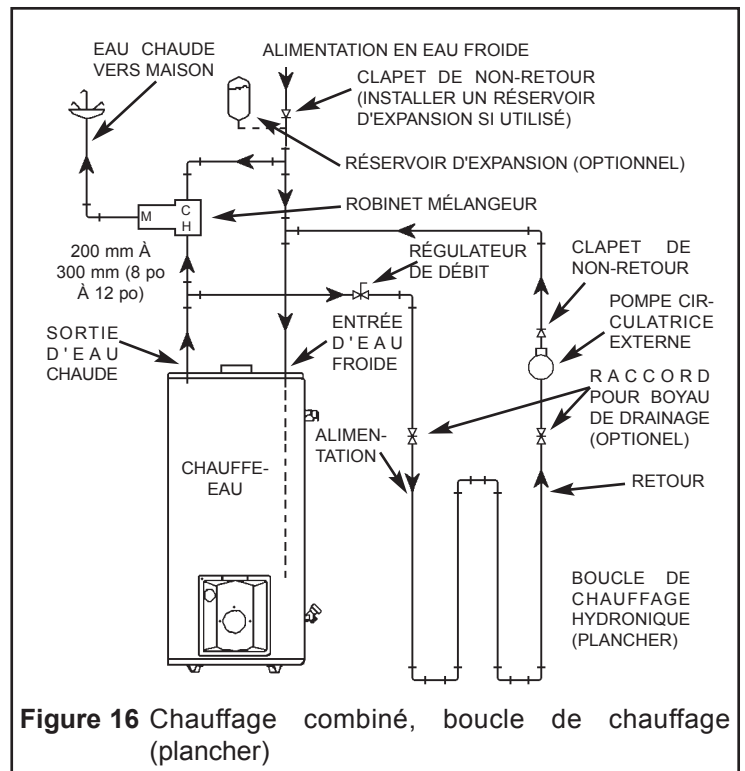

Figure 16 Chauffage combiné, boucle de chauffage (plancher)
3. Une boucle de chauffage de chauffage radiant (plancher, Figure 16).